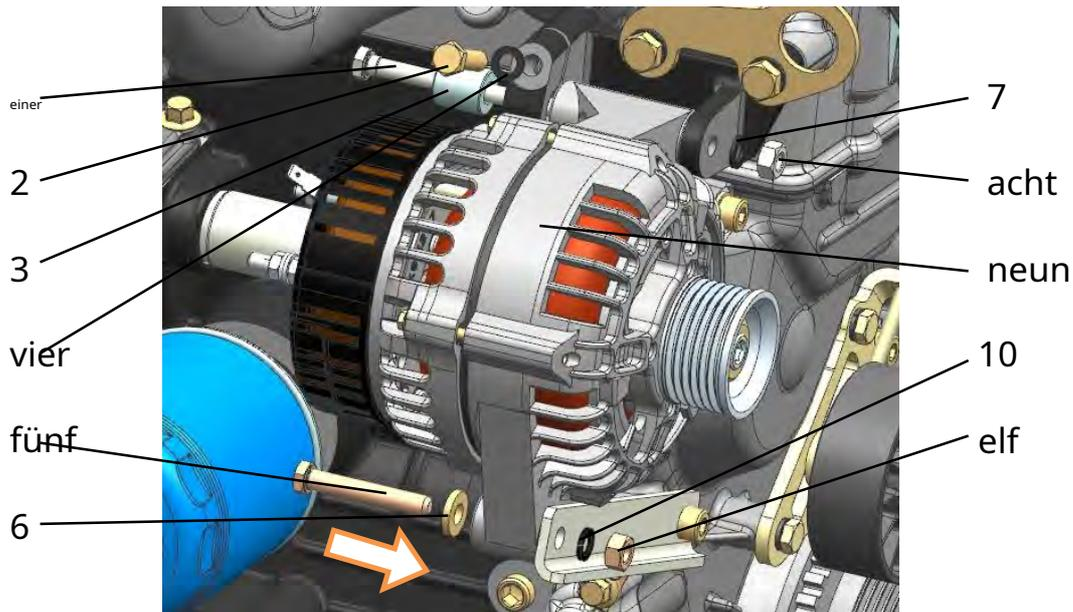

Abb. 209. Installation des Generators:
**acht.** Schraube 1 (Abb. 209) der Generatorkaufnahmekappe 3 aufstecken. Ausrichten